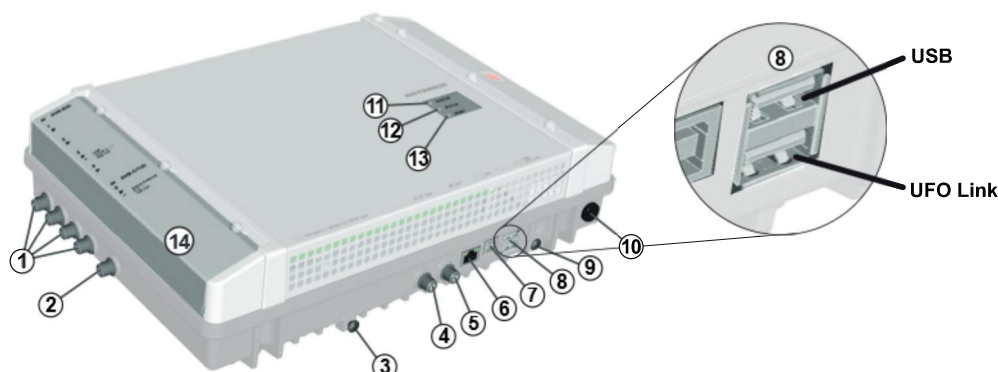

Fig. 1: Éléments constitutifs
- Ne pas ouvrir le boîtier et ne pas transformer l'appareil, ceci annulerait la garantie. Exception : couvercle des logements CI (14) sur la Fig. 1, p. 3)
1. Raccordez une ligne de compensation du potentiel (Cu, $\geq 4 \text{ mm}^2$) à la vis de mise à la terre ; voir ⑨ sur la Fig. 1, p. 3.
- Les fiches doivent être branchées sur le bon port UFO Link du maître et de l'esclave (Ⓞ sur la Fig. 1).
4. Raccordez les câbles de signaux HF pour l'antenne, le réseau câblé et la sortie aux stations de tête ; voir ①, ② et ⑤ sur la Fig. 1, p. 3.